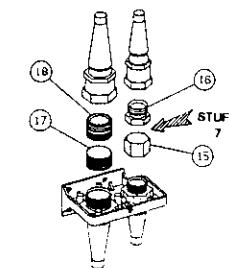

Bild 13
– Halten Sie die Gegen-mutter (14) mit dem Schlüssel No. 2 (20) und öffnen Sie die Mutter (7) mit dem Schlüssel No. 1 (19).
– Schrauben Sie die Mutter (7) langsam ab bis die zwei Teile (7) und (8) auseinander sind.
STUFE 7. Zum Schutz gegen Verschmutzung, schließen Sie die Öffnungen mit den Abdeckkappen (Bild 13); Sperren Sie Mutter (5) mit Ppropfen (16), Mutter (7) mit Ppropfen (18), Teil (6) mit Kappe (15) und Teil (8) mit Kappe (17).
- Vermeiden Sie, daß der Empfänger am Gerät (H) von starkem Licht, Lampen-Dimmern und Sonneneinstrahlung beeinflußt wird.
□ BEDIENUNG DES GERÄTES (Siehe Bild 13 und 14)